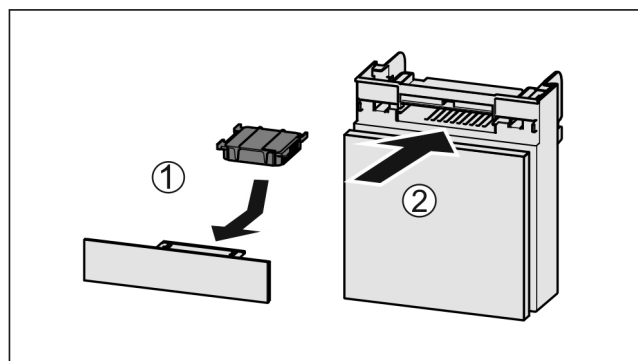

Fig. 200
- Vložte aktívny uhlíkový filter podľa obrázka Fig. 200 (1).
- Zasuňte zásuvku Fig. 200 (2).